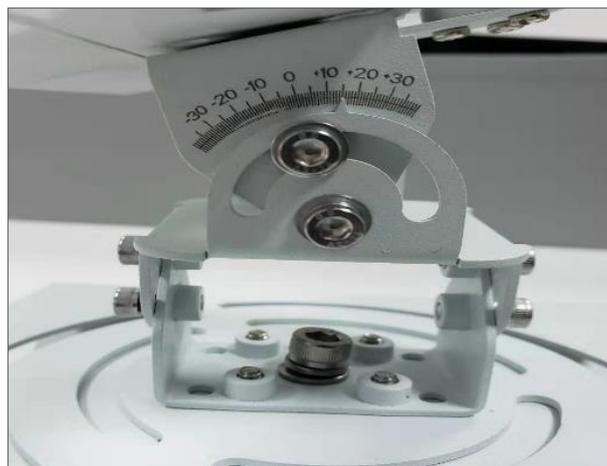

Figura 9 – Registro do ângulo de inclinação
- 2) De acordo com a altura real de instalação, encontre o ângulo α dado na tabela do ângulo de inclinação, e o ângulo de inclinação final é $(\gamma + \alpha)$ na escala lateral, com a tolerância de $\pm 1^\circ$. Por exemplo, se o radar estiver montado a 7 metros de altura, o ângulo de inclinação inicial é de 0° e o ângulo de inclinação do radar ($\alpha + \gamma$) é de 15° (Figura 9). No processo de instalação real, o ângulo inicial geralmente não é igual a 0° .